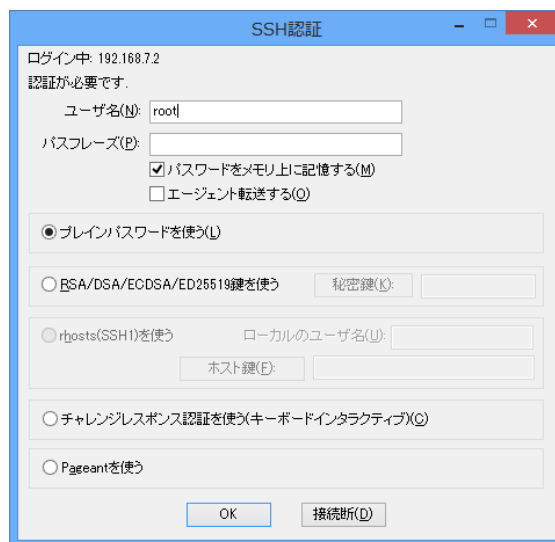

図 3.2 SSH 認証画面
- (2) (1)が成功すると、図 3.2 のような SSH 認証画面が起動する。ユーザ名を「root」として、OK をクリックする。